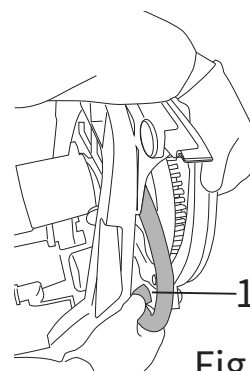

Fig.33
- ・ 切換バルブとリアスキーからホースを外します (図33、参照1)。